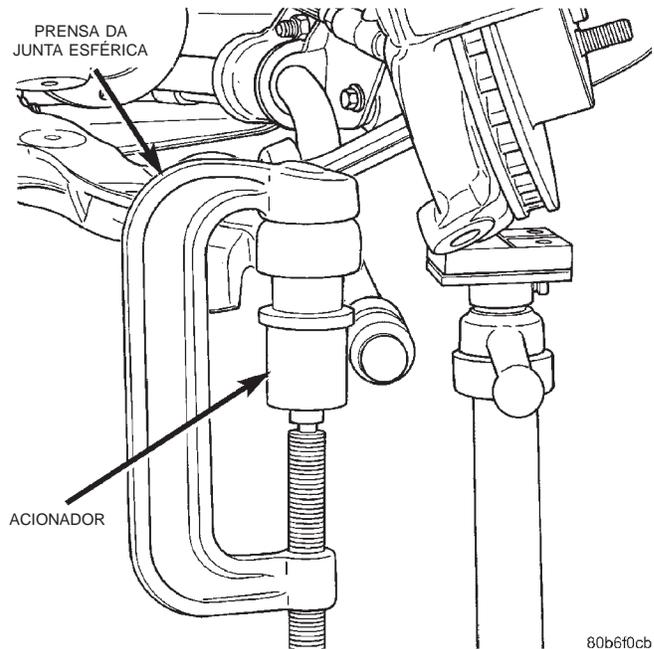

Fig. 14 Instalação da Junta Esférica Inferior
(1) Instale a junta esférica com a Prensa C-4212F e o Acionador 6758 (Fig. 14).
(2) Instale a coifa da junta esférica.
(3) Crave o flange da junta esférica em quatro lugares, utilizando um cinzel e um martelo.